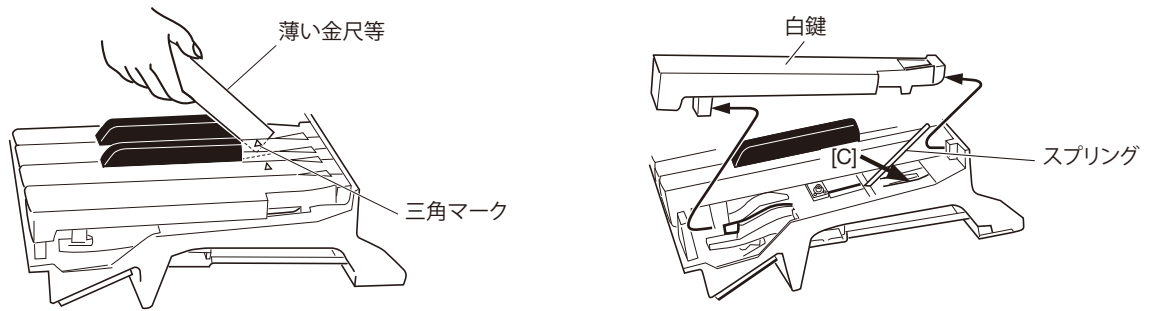

図 20
白鍵をストッパーから外すために、薄い金尺状のものを鍵盤の間に挿入して（三角マークの示す方向側の隙：白鍵盤支点付近）、[C]のストッパーを下げ、白鍵を前方にずらしします。外れると白鍵が浮きます。（図 20）
6. この状態から、白鍵を後方に少しずらし、白鍵を外します。（図 20）